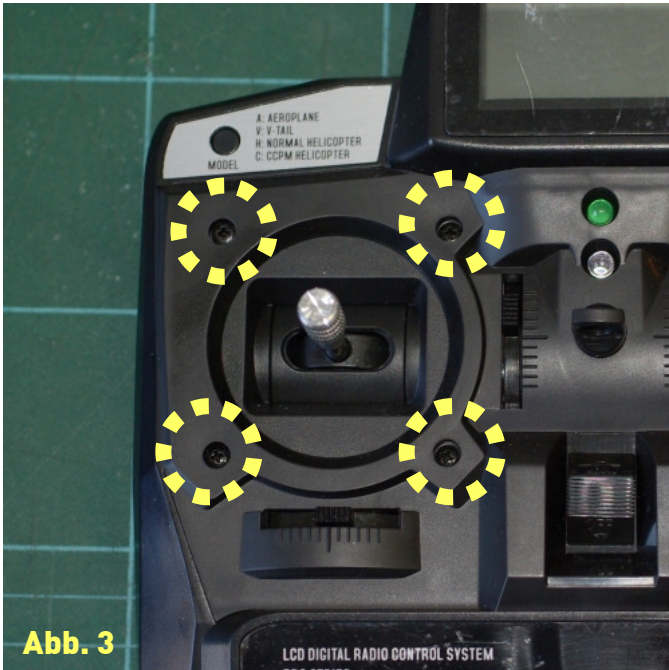

Abb. 3
Schritt 6: Wiederholen Sie die Schritte 3 und 4 für den rechten Steuerknüppel (Abb. 3 + 4a + 4b).